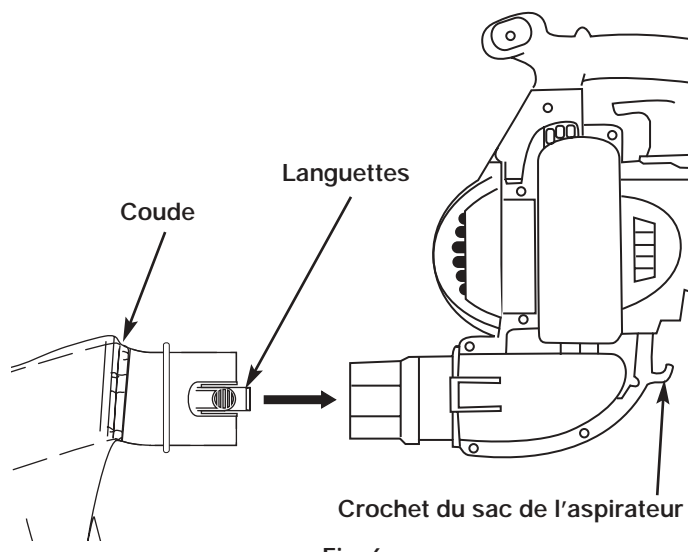

Fig. 6
- Enfoncez le tube du sac d'aspirateur sur la sortie de souffleur et poussez jusqu'à ce que les deux languettes émettent un déclic (Fig. 6).
- Retirez le sac d'aspirateur en appuyant sur les deux languettes du coude du sac en même temps et en tirant l'aspirateur (Fig. 6).